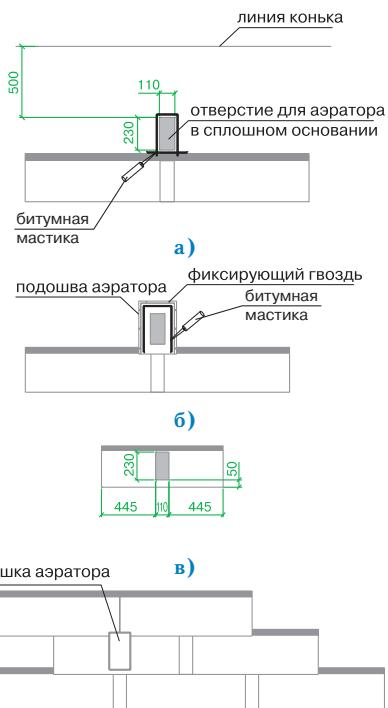

Рис. 5
### Установка аэратора (рис. 5)
- в сплошном основании кровли прорезается отверстие 11 23 см, расположенное согласно рис. 5а;
- корпус аэратора устанавливается поверх отверстия и фиксируется гвоздями из нержавеющей стали; по верхней и боковым сторонам подошвы корпуса также наносится битумная мастика (рис. 5б);
- далее укладывается очередной ряд черепицы; подошва аэратора при этом закрывается листом ПРЕСТИЖ КОМПАКТ с заранее прорезанным в нем отверстием (рис. 5в);
- на корпус аэратора устанавливается крышка, которая фиксируется нажатием (до щелчка) (рис. 5г).